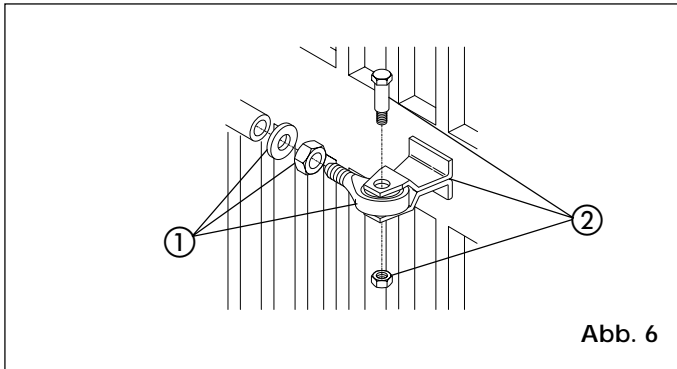

Abb. 6
- 3) Vorderen Anschluß zur Hälfte an die Kolbenstange schrauben (Pos. 1 Abb. 6) und mit beigestellter Mutter festziehen.
- 7) Vorderen Anschluß nach Hinweisen von Pos. 2, Abb. 6 mit der Kolbenstange verbinden.